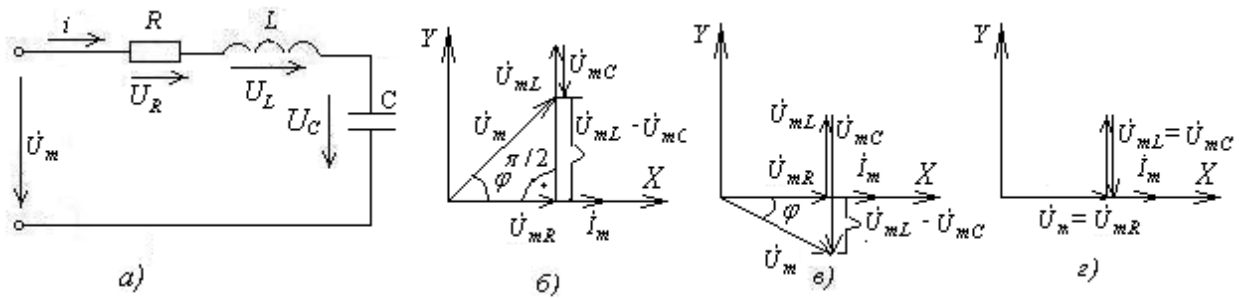

Рис. 4
**Вопрос 10.** На рис. 4 выберите диаграмму напряжений в  $RLC$ -цепи, соответствующую резонансу напряжений.
- 1) рис. 4б;
2) рис. 4в;
3) рис. 4г.